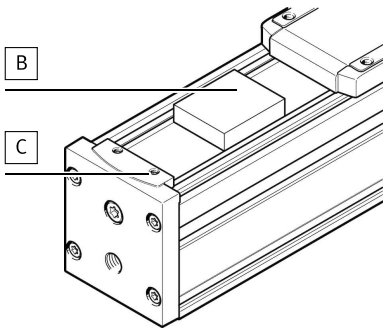

Fig. 9
1. Ослабьте винты [C] → Fig.9.
3. Подтяните защитную ленту с помощью зажимного элемента [B] → Fig.9.